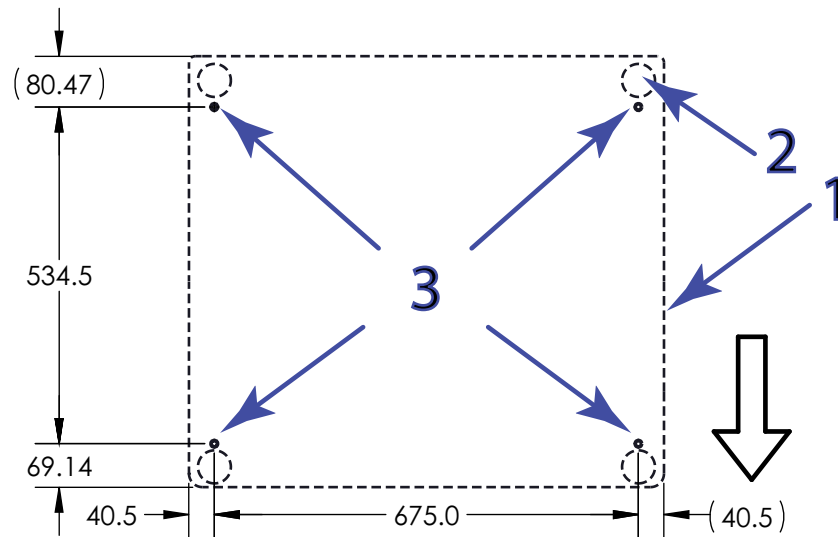

Figura 15. Posizione dei punti di ancoraggio su telaio di larghezza standard (vista dall'alto)
Legenda per Figura 15 e Figura 16
1. Fare riferimento alla Figura 15 a pagina 71 (o Figura 16 a pagina 72 per telai di larghezza extra) e praticare i fori nel tavolo nelle posizioni appropriate per allinearsi